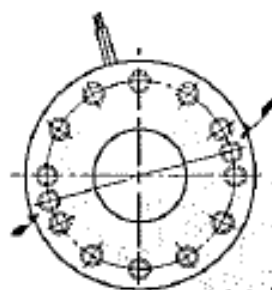

図 5
- ① 図5はブレーキの平面図で矢印が手動弛め用の穴と座グリです。この穴にボルト(お客様でご用意ください。)を通してください。使用するボルトは表5の六角穴付ボルトを使用してください。長すぎますとアウターディスクに当り、変形させる恐れがありますのでご注意ください。